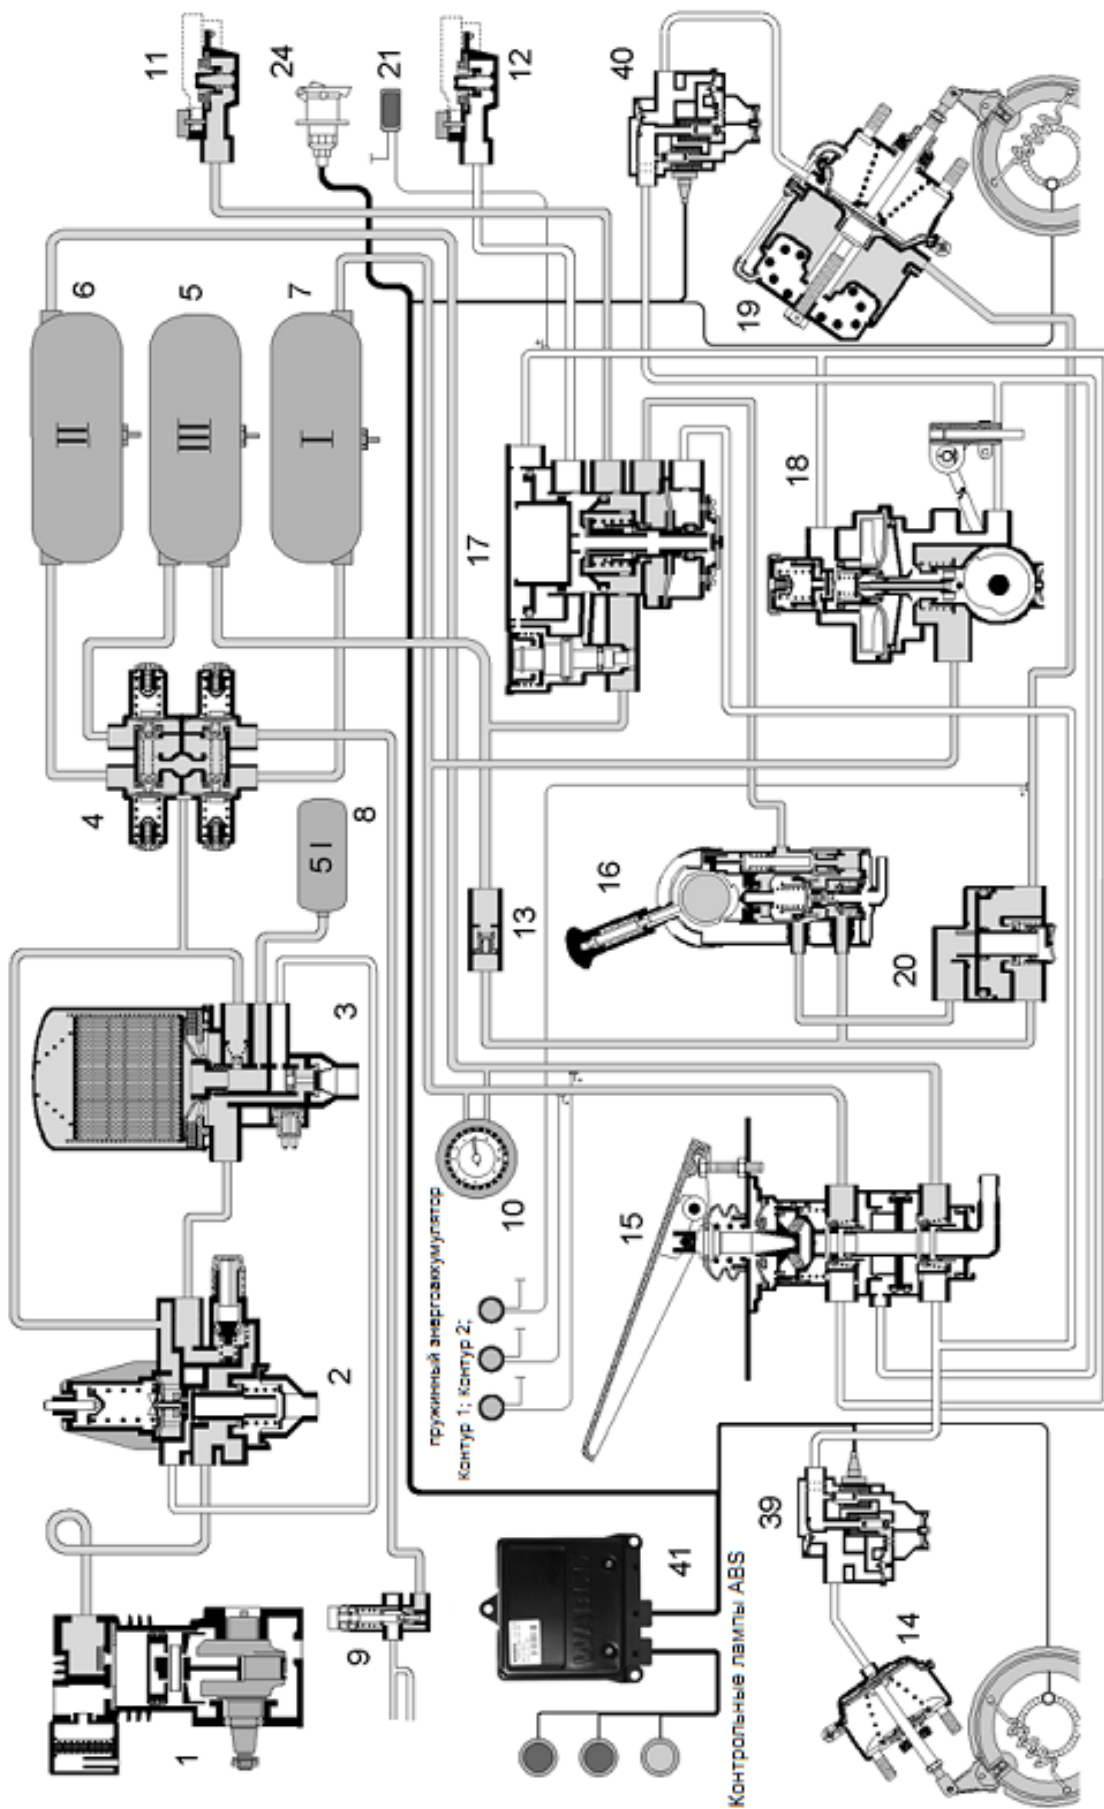

Рисунок 1 – Принципова схема пневматичної гальмівної системи автомобіля.
Основний принцип роботи пневматичної гальмівної системи автомобіля полягає у використанні сили тиску стисненого повітря, що зберігається у спеціальних балонах – ресиверах. За нагнітання повітря в ресивери та створення тиску відповідає компресор (1) (див.рис.1). Він приводиться в дію за допомогою шестерної, або пасової передачі від обертання колінчастого валу двигуна і нагнітає та стискає повітря у балони-ресивери до певного тиску, достатнього для ефективної роботи гальм. Потім, при натисканні на педаль гальма, яка є приводом головного гальмівного пневматичного крана, тиск повітря від ресивера передається до гальмівних камер і приводить у дію механізми гальмівних колодок. Після відпускання педалі гальма та перекриття пневматичної магістралі, тиск повітря з гальмівних камер скидається через перепускні клапани.